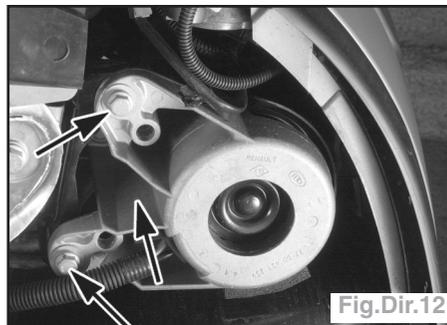

Fig.Dir.12
- Déposer les 3 vis de fixation de l'électro-pompe (Fig.Dir.12).